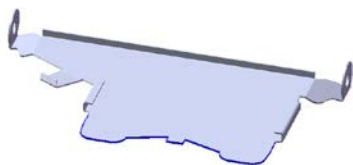
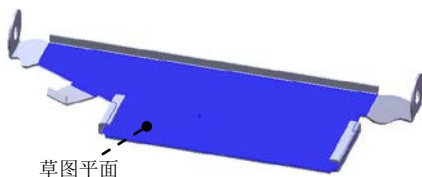

图 6.50 薄片 2
图 6.51 草图平面
(3) 定义切除深度属性。在“切除—拉伸”对话框的 **方向 1** 区域中选中 ☒ 与厚度相等(L) 复选框与 ☒ 正交切除(N) 复选框。其他采用系统默认设置值。
(4) 单击 按钮，完成切除—拉伸 4 的创建。
Step20. 创建图 6.50 所示的钣金特征——薄片 2。
(1) 选择命令。选择下拉菜单 **插入(I)** → **钣金(B)** → **基体法兰(A)...** 命令（或单击“钣金”工具栏上的“基体法兰/薄片”按钮 ）。
(2) 定义特征的横断面草图。
① 定义草图平面。选取图 6.51 所示的模型表面作为草图平面。